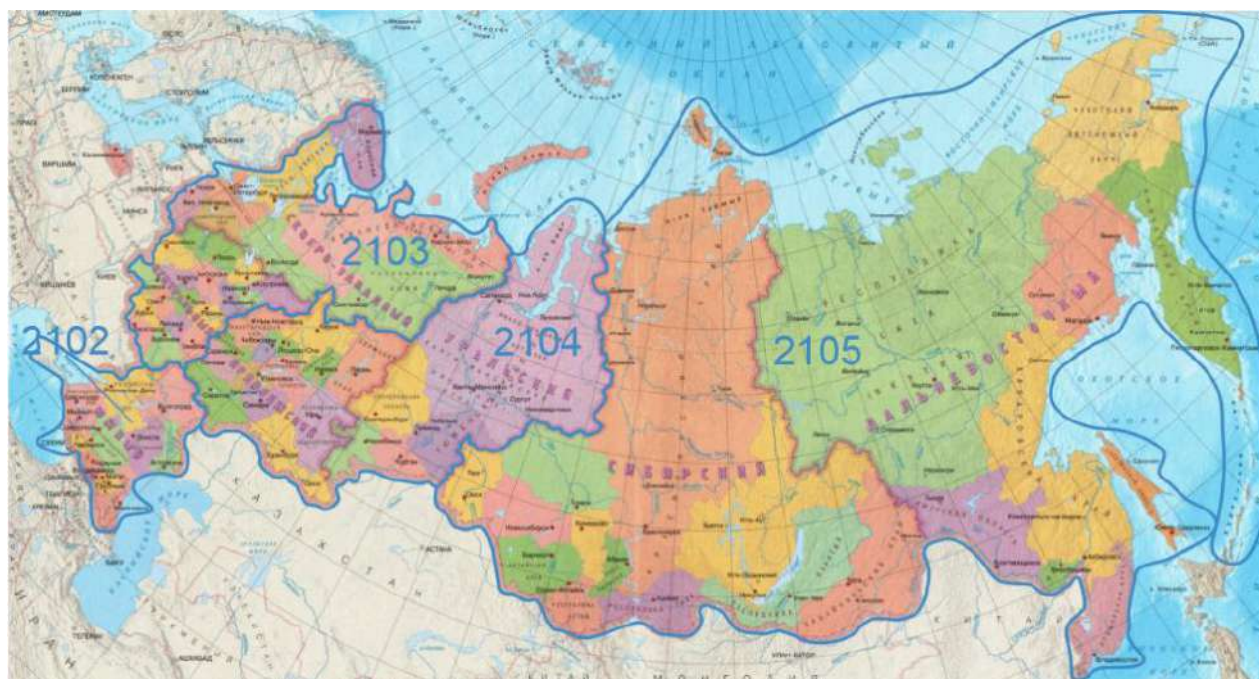

Рисунок 5.2.4
4. Указать порт (Рисунок 5.2.4)